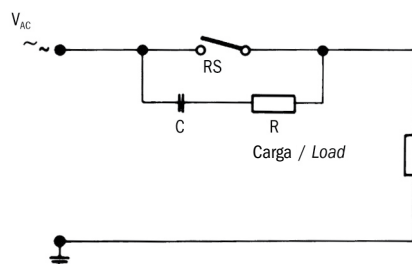

Fig. 2
1) Cargas inductivas En presencia de circuitos alimentados con corriente continua, la protección del contacto es relativamente fácil. Se conectará un diodo semiconductor en paralelo a la carga, como se indica en la figura 1. (ver página siguiente). Las polaridades deben estar conectadas de manera que el diodo se bloquee con el voltaje de funcionamiento normal y siempre en cortocircuito en caso de inversión de polaridad. Cuando se conmutan cargas inductivas alimentadas con corriente alterna no se puede utilizar un diodo, es necesario utilizar un dispositivo de supresión del arco. Por lo general, se trata de una conexión RC paralela al conmutador y, por lo tanto, en serie con la carga, como se muestra en la fig. 2 (ver página siguiente). El tamaño del supresor del arco se puede determinar por el monograma de la fig. 3 (ver página siguiente).